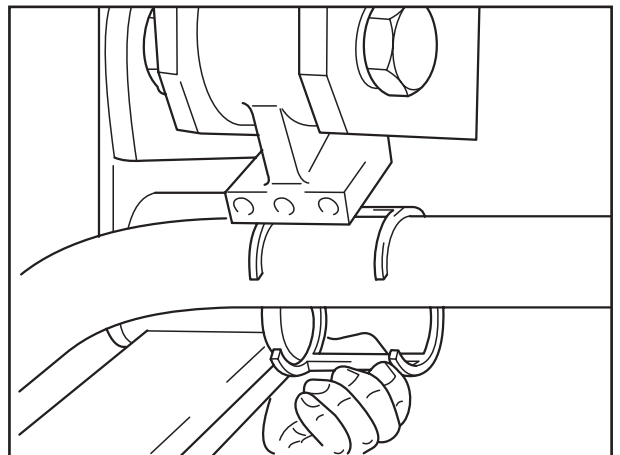

Fig. 6
- [12] Abdichtungen am Bügelstabilisator ansetzen und festhalten (Fig. 6).
- [12] Fit seals onto U-stabilizer and secure (Fig. 6).
- [12] Poser les joints sur la barre stabilisatrice en U et les retenir (fig. 6).